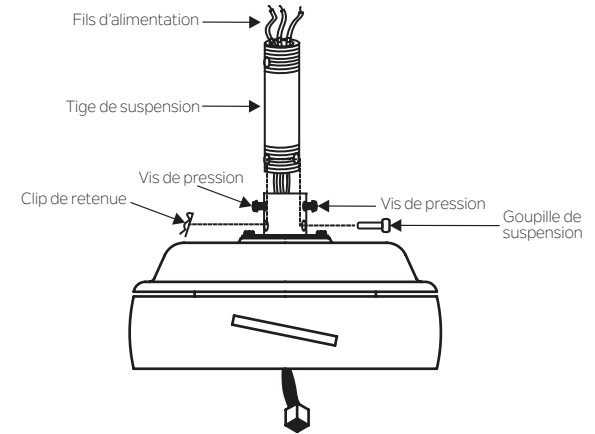

Fig. 8
Étape 6. Desserrez les deux vis de pression et enlevez la goupille ainsi que le clip de retenue d'accouplement sur le dessus du moteur. (Fig. 8)
Remplacez ensuite la goupille et le clip de retenue. Serrez les deux vis de pression. (Fig. 8)